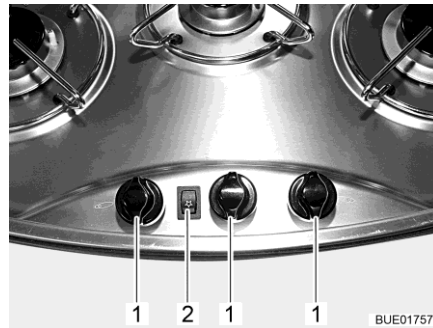

Fig. 156 Boutons de commande (réchaud à gaz)
- Tourner le bouton tournant (Fig. 156,1) du brûleur désiré en position d'allumage (grande flamme).
- Appuyer sur le commutateur à bascule (Fig. 156,2). Le brûleur produit des étincelles.